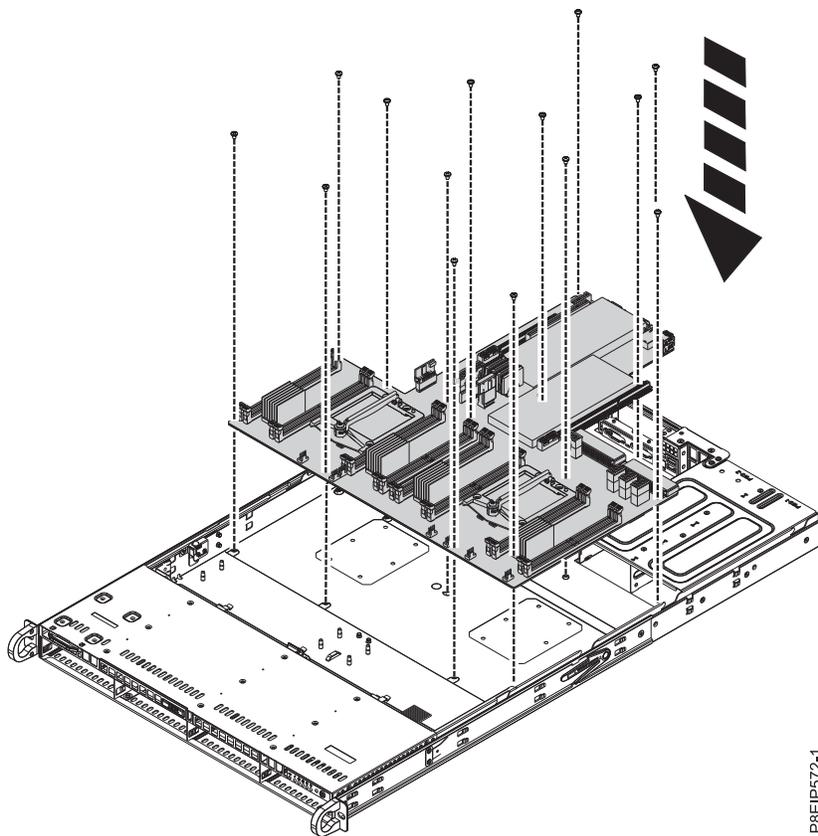

Figura 40. Substituindo o painel traseiro do sistema
12. Movendo os cabos frontais para fora do caminho e segurando cuidadosamente o dissipador de calor do processador, abaixe o painel traseiro do sistema no chassi, em seguida, deslize-o ligeiramente para trás. Consulte a Figura 40 na página 41.